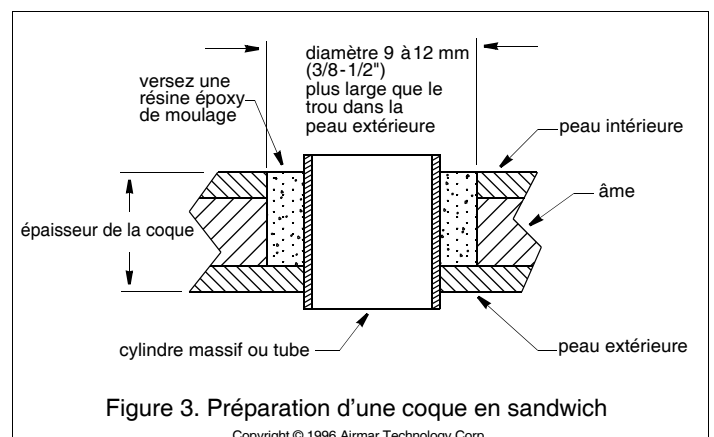

Figure 3. Préparation d'une coque en sandwich
- Percez un avant-trou  $\varnothing$  3 mm (1/8") depuis l'intérieur de la coque. Effectuez le perçage depuis l'extérieur en présence d'une nervure ou d'autres irrégularités de la coque près de l'emplacement sélectionné (Figure 3). (Percez un second trou à un autre emplacement si celui sélectionné pour le premier trou est inadéquat. Collez un ruban de masquage à l'extérieur de la coque à l'emplacement du trou et remplissez celui-ci de mastic époxy.)